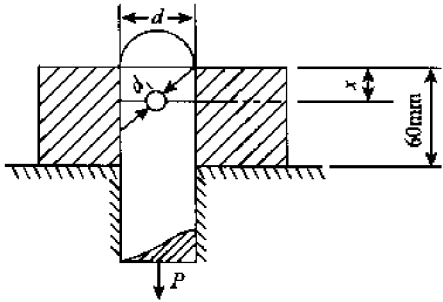

图 2-50
- (1) $E=200\text{GPa}$, 许用载荷 $[P]$ 及 C 点的位移;
- (2) 若要提高 $[P]$, 施力点 C 应取在何处? $[P]$ 应该提高到多少?
6. 螺栓连接如图 2-50 所示, 设两者靠螺纹均匀传递拉力 P , 螺栓直径 $d=50\text{mm}$ 。现需要在螺栓上钻直径 $d_1=15\text{mm}$ 的销孔, 要求过销孔中心线的截面应力较螺栓危险面上的应力小 20%。求销孔与螺帽上缘的距离 x 。